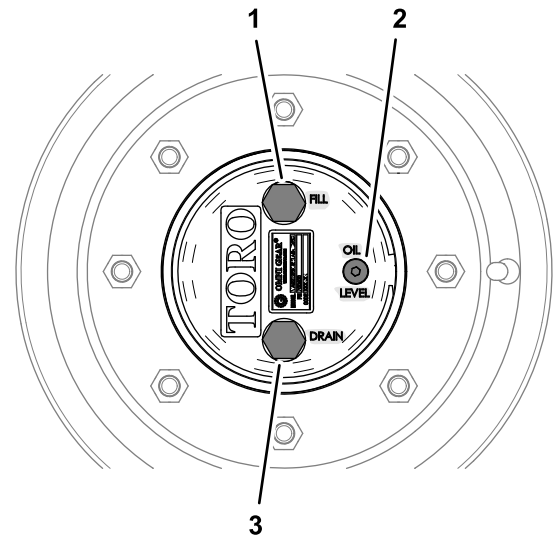

Bild 93
1. Bild 93 Stellen Sie die Maschine auf einer ebenen Fläche und positionieren Sie das Rad so, dass sich die Füllschraube auf der höchsten (12-Uhr-Stellung) und die Ablassschraube auf der niedrigsten Position (6-Uhr-Stellung) befindet.
1. Stellen Sie die Maschine auf einer ebenen Fläche und positionieren Sie das Rad so, dass sich die Füllschraube auf der höchsten (12 Uhr-Stellung) und die Ablassschraube auf der niedrigsten Position (6 Uhr-Stellung) befindet, siehe **Bild 93** in **Prüfen des Ölstands im Planetengetriebe** (Seite 72).